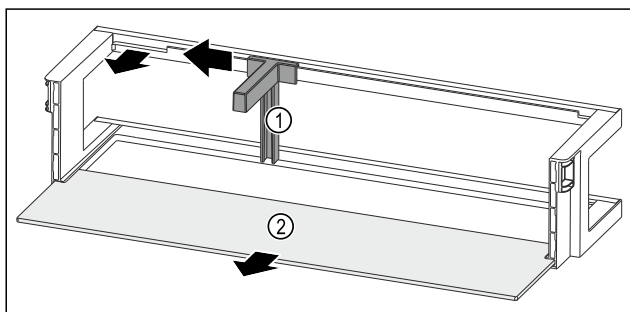

Fig. 130 带瓶托和搁板的门边存放架
- 将瓶托 Fig. 130 (1)推至槽边。
- 取出瓶托 Fig. 130 (1)。
- 取出搁板 Fig. 130 (2)。